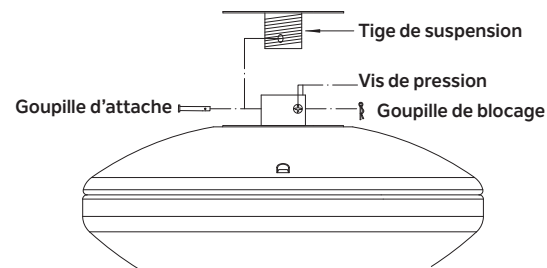

Fig. 6
**Étape 4.** Faites passer les fils sortant du dessus du moteur du ventilateur à travers le couvercle d'accouplement, le couvercle de montage, la monture, l'anneau décoratif, puis à travers la boule/tige de suspension. (Fig. 6)
**Étape 5.** Alignez les trous au bas de la tige de suspension avec les trous du collet sur le dessus du boîtier du moteur (Fig. 6). Insérez avec précaution la goupille d'attache dans les trous du collet et de la tige de suspension. Faites attention à ne pas coincer la goupille contre les fils situés à l'intérieur de la tige de suspension. Insérez la goupille de blocage dans le trou près de l'extrémité de la goupille d'attache, jusqu'à ce qu'elle s'enclenche en place, tel qu'indiqué dans le médaillon circulaire de la Fig. 6.
**Étape 6.** Serrez fermement les deux vis de pression situées sur le dessus du moteur du ventilateur. (Fig. 6)